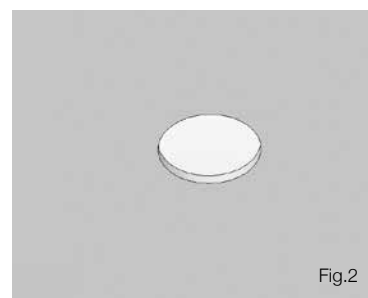

Fig.2
2. Para la conexión a un amplificador, use las puntas 1 y 2 (Fig.2):